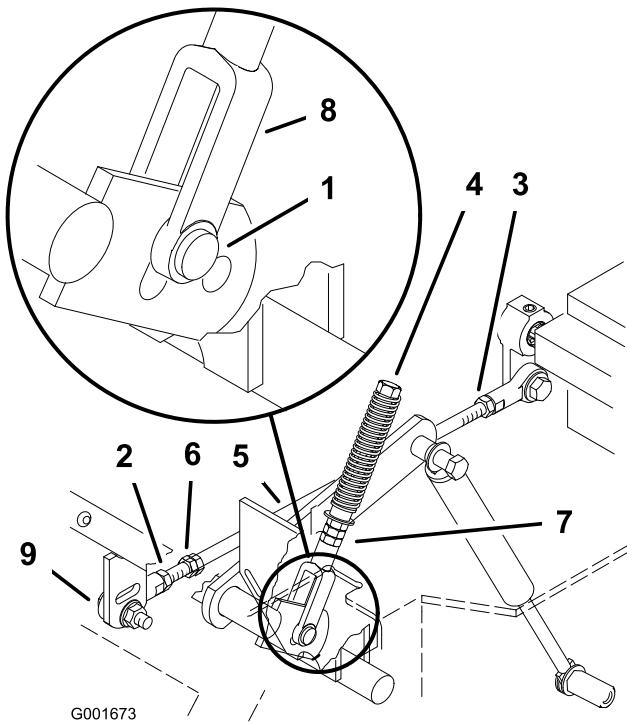

Figura 54
6. Tirate indietro la leva finché il cavallotto con testa (sul braccio sottostante l'albero di articolazione) non tocca l'estremità della scanalatura (iniziate a premere sulla molla) (Figura 54).
8. Se occorre regolare, allentate il dado e il controdado contro la forcella (Figura 54).
10. Serrate il dado e il controdado (Figura 54).